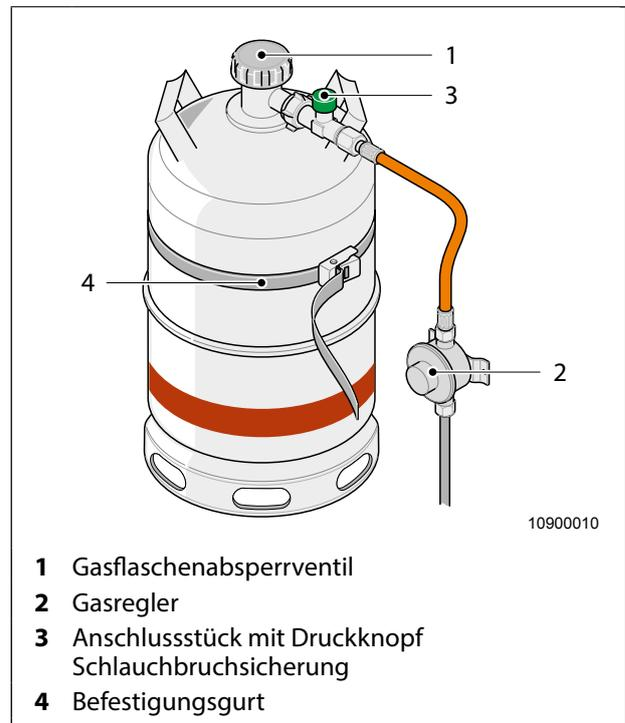

Abb. 34 Gasflasche im Gaskasten
1. Gasflaschenabsperrentil (Abb. 34, Pos. 1) schließen.
2. Anschlussstück mit Druckknopf Schlauchbruchsicherung (Abb. 34, Pos. 3) von der Gasflasche von Hand abschrauben (Achtung: Linksgewinde).
3. Befestigungsgurt (Abb. 34, Pos. 4) lösen und leere Gasflasche aus dem Gaskasten entnehmen.
6. Volle Gasflasche in Aufnahmevorrichtung im Gaskasten stellen und mit Befestigungsgurt (Abb. 34, Pos. 4) sichern.
7. Anschlussstück mit Druckknopf Schlauchbruchsicherung (Abb. 34, Pos. 3) von Hand aufschrauben (Achtung: Linksgewinde).
8. Gasflaschenabsperrentil (Abb. 34, Pos. 1) öffnen.
9. Grünen Druckknopf Schlauchbruchsicherung (Abb. 34, Pos. 3) fest eindrücken.